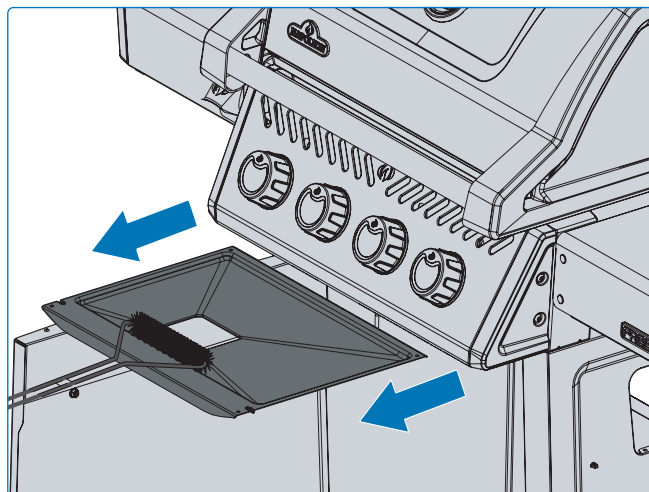

Fig. 23
- Limpie la bandeja de goteo cada 4–5 usos para evitar la acumulación de grasa (**Fig 23**).